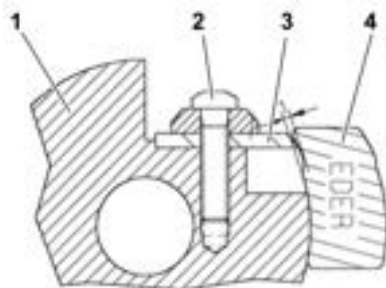

Fig.17: Cambio dei coltelli sulla piastra fresatrice
- > Allentare la vite del coltello (2 - Fig.17).
- > Posizionare il calibro del coltello (4 - Fig.17) contro la testa della fresa (1 - Fig.17) e spingere il coltello (3 - Fig.17) contro il calibro del coltello fino a toccare l'area dentellata.